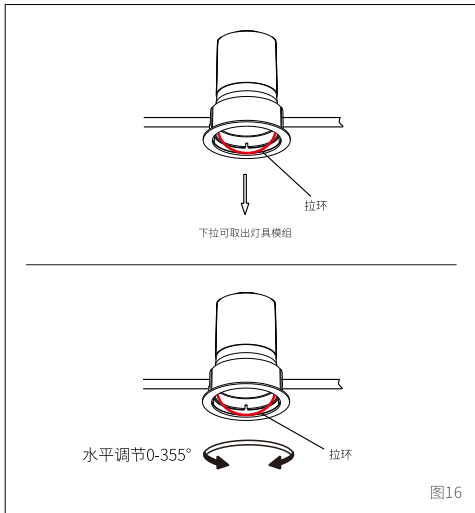

图16
2. 灯具需更换模组或模组需维护时,下拉即可取出灯具模组, 灯具需要调节水平照射角度时, 捏着拉环水平转动即可进行调节, 如图16所示；